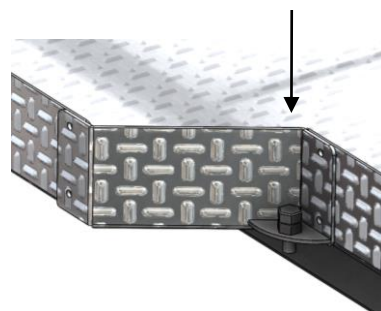

Рис.3
6. Отрегулировать резиновые упоры (вывернуть или завернуть рукой) таким образом, чтобы они упирались в закрытый задний борт грузового отсека. Ввернуть болты-ограничители. (рис.3). Закрыть задний борт. **ВНИМАНИЕ! Запрещена эксплуатация платформы с открытым задним бортом!**